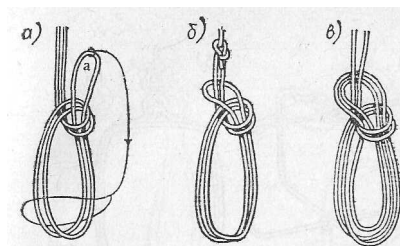

Рис. 39. Двойной беседочный узел.
*Двойной беседочный узел.* Образует на конце троса двойной огон. Трос складывают петлеобразно вдвое на нужную длину и выполняют одну из стадий вязания обычного беседочного узла. Но затем петлю опускают вниз и надевают на большую двойную петлю (рис. 39, а). Затягивают над огном на
коренной части троса (рис. 39, б). Обычно для более надежного крепления узла: ходовой конец привязывают обычным беседочным узлом к коренной части троса непосредственно над двойным узлом, как показано на рисунке. Для упрощения действий сначала завязывают обычный беседочный узел, примерно в два раза превышающий по размеру необходимый двойной. После этого формируют петлю. Узел можно завязать тем же способом, что и одинарный, и петлей, но петлю следует вытянуть так, чтобы образовался третий огон, равный по величине двум первым (рис. 39, в).